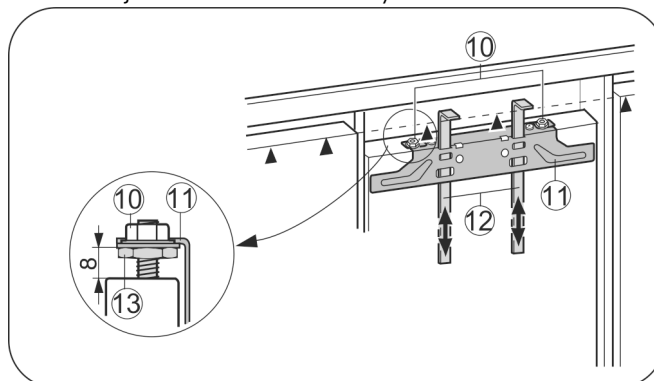

Fig. 25
- ▶ Montážní pomůcky Fig. 25 (12) vysuňte nahoru do výšky nábytkových dvířek. Spodní dorazová hrana ▲ montážní pomůcky = horní hrana montovaných nábytkových dvířek.
- ▶ Upevňovací příčník Fig. 25 (11) vyšroubujte přes pojistné matice Fig. 25 (10).